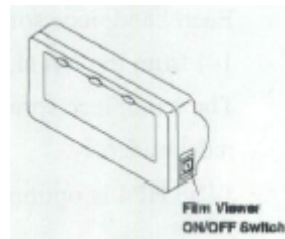

Рис. 3-19 Устройство для просмотра обычных стоматологических рентгенограмм
(8) Устройство просмотра обычных стоматологических рентгенограмм (Рис. 3-19).